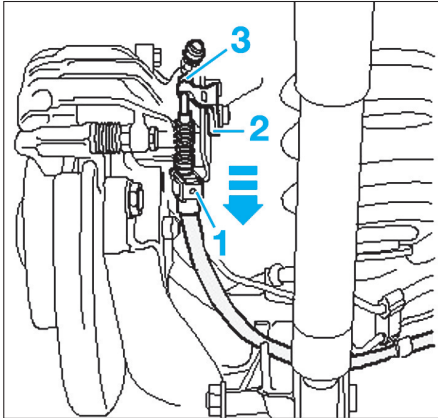

Fig. 34
- le clip (1) (Fig.34).
- Appuyer le levier de frein (2) dans le sens de la flèche et décrocher le câble de frein à main (3).